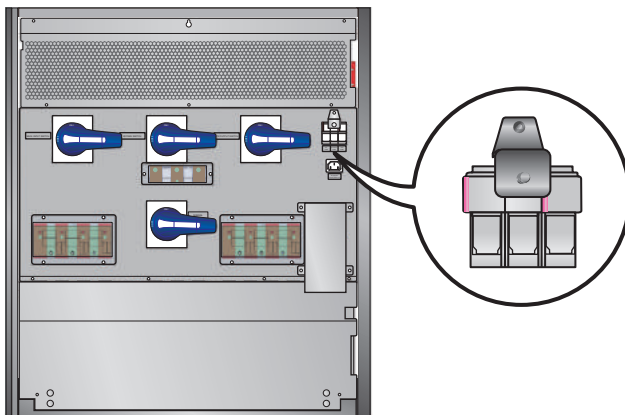

Рис. 6-а. Держатели предохранителей закрыты
2. Разность напряжений между зажимами нуля (N) и заземления (⊕) не превышает 3 В.
4. Держатели предохранителей вентилятора и источника питания закрыты. См. **Рис. 6-а**.